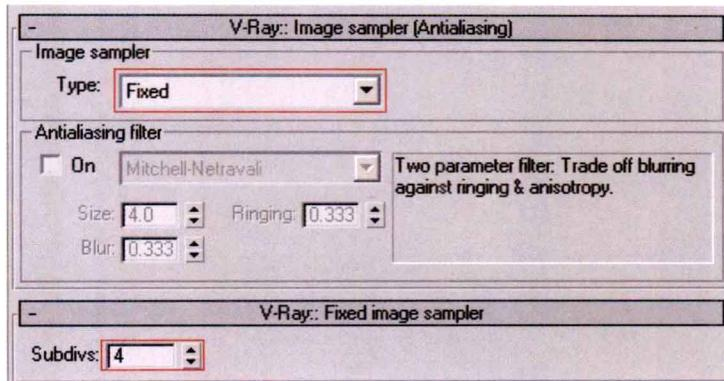

图1.4 选择固定采样
**STEP 03** 在图像采样(抗锯齿)菜单中，选择Fixed(固定)采样方式，并设置采样的Subdivs(细分)为4，暂时不选择任何的抗锯齿过滤方式，如图1.4所示。根据官方手册中提示，固定采样方式适合于多种场景。可以说，任何材质的场景表现得都很好，但是需要较多的渲染时间。